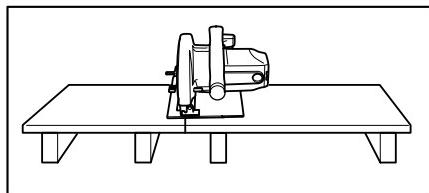

Fig. 1 Para evitar retrocesos bruscos, apoye el tablero o panel cerca del corte.
**Apoye los paneles grandes para minimizar el riesgo de que el disco se estanke y RETROCEDA BRUSCAMENTE.** Los paneles grandes tienden a combarse con su propio peso. Deberá poner apoyos debajo del panel a ambos lados, cerca de la línea de corte y cerca de los bordes del panel como se muestra en la Fig. 1.